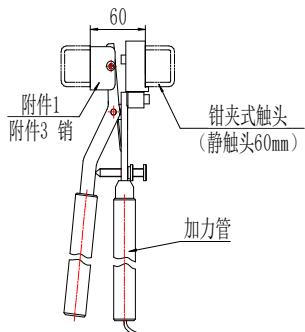
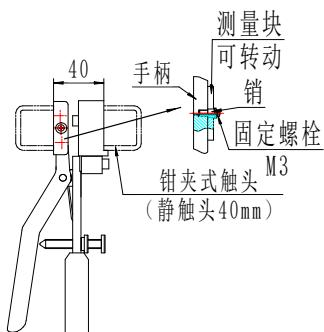
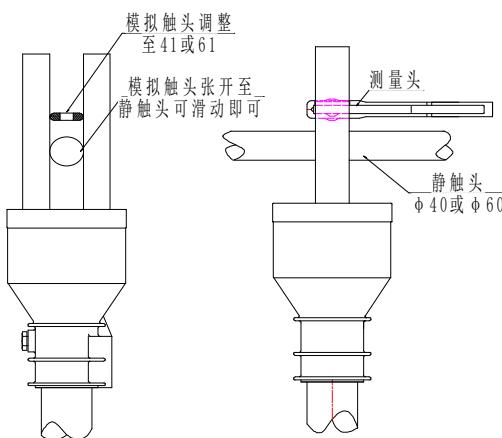

图5 折臂式隔离开关（静触头 60mm，如GW22B-252）测量示意图
图6 折臂式隔离开关（静触头 40mm，如GW22B-126）测量示意图
图7 折臂式隔离开关（已挂静触头触头）测量示意图
螺栓 S，调好后锁紧螺母 N。测量示意图见图 5、图 6 和图 7。
4.4.2 图5、图6是折臂式隔离开关未装静触头的测量示意图。
4.4.3 图7是折臂式隔离开关已装静触头的示意图。测量时将模拟触头尺寸a调整到大于静触头1mm左右，如静触头直径为Φ40mm，则需调整a=41mm。一只手使缓慢地使模拟触头张开，另一只手抓住静触头晃动，如果静触头能在触指中轻松滑动或转动，这时压力测试